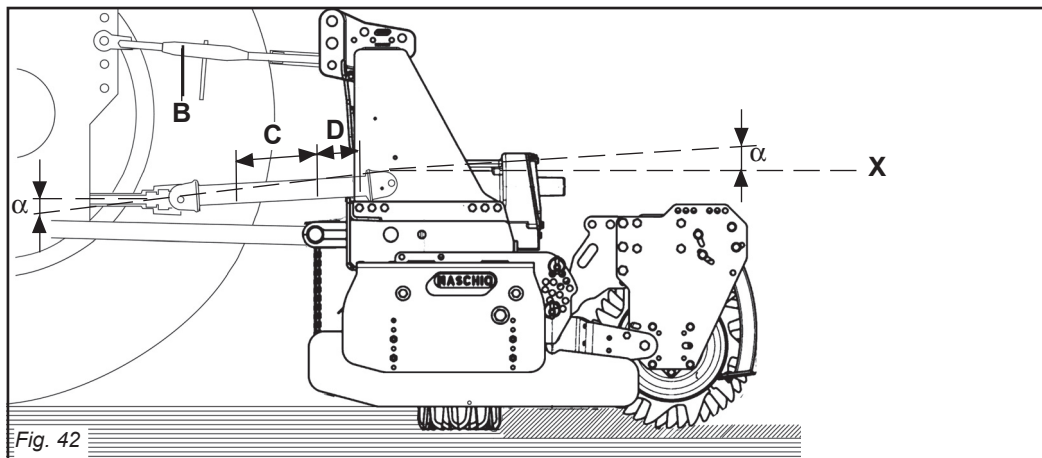
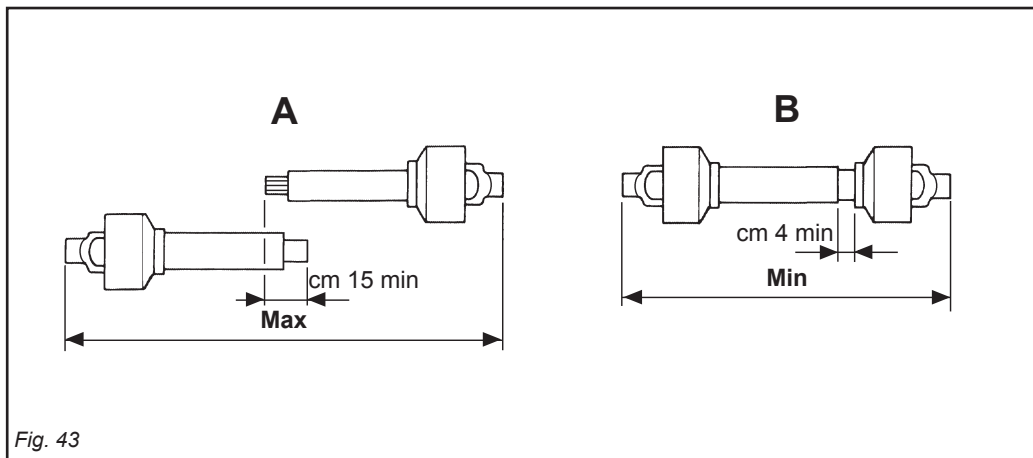

Fig. 42
Fig. 43
Per fare ciò aumentare o diminuire la lunghezza della barra superiore dell'attacco (B Fig. 42) in modo da portare l'asse (X Fig. 42) della ghiera scanalata della scatola parallela al suolo.
- I due angoli (α Fig. 42) formati dalle
- La copertura (C Fig. 42) dei tubi scorrevoli deve essere di 15 cm minimo (Fig. 43).
- I due tubi dell'albero di trasmissione a cardano non si devono ricoprire completamente, una corsa di sicurezza (D Fig. 42) di 4 cm minimo deve sussistere.
- Gli angoli (α Fig. 42) dei cardani non devono essere superiori a 40° (Fig. 11).
akselin muodostamat kaksi kulmaa (a Fig. 42)
Quando esso è inserito al massimo, il gioco minimo consentito deve essere di 4 cm. (Fig. 43).